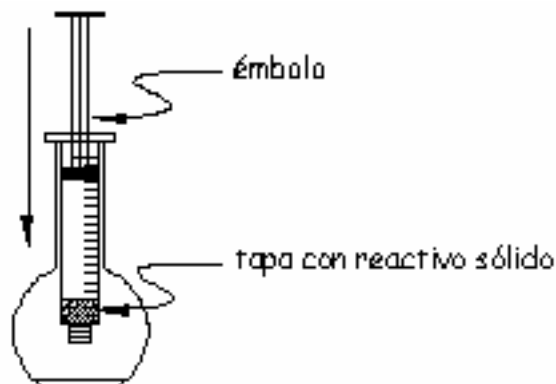

Figura 6
8. Apoyando el cuerpo de la jeringa en la boca del matraz (o recipiente), introduce el émbolo hasta que tope con la tapa que contiene el reactivo sólido (Figura 6).